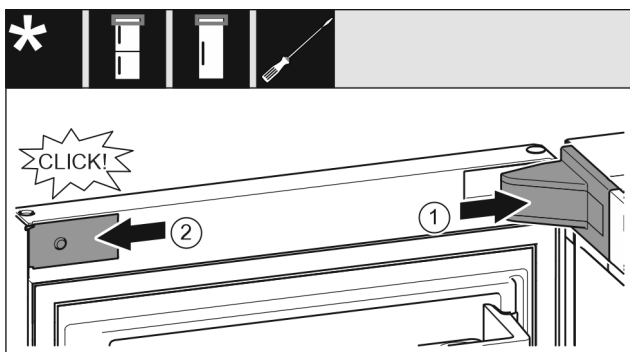

Fig. 27
- Sätt an lagerbockskyddet Fig. 27 (1) och haka i, tryck vid behov försiktigt isär det.
- Sätt an panelen Fig. 27 (2) på sidan och haka i.